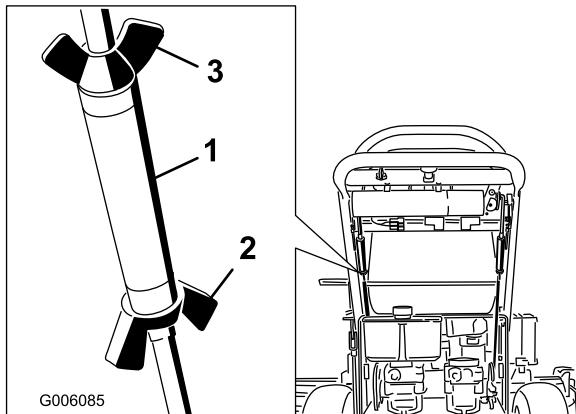

Figura 55
2. Afloje las tuercas de orejeta de la varilla de control derecha, y gire el tensor en un sentido u otro para centrar la palanca de control derecha en la posición de bloqueo/punto muerto. Bloquee el tensor apretando las tuercas de orejeta (Figura 55).
3. Afloje las tuercas de orejeta de la varilla de control izquierda y gire el tensor en un sentido u otro para modificar el avance de la máquina. Bloquee el tensor apretando las tuercas de orejeta Figura 55).